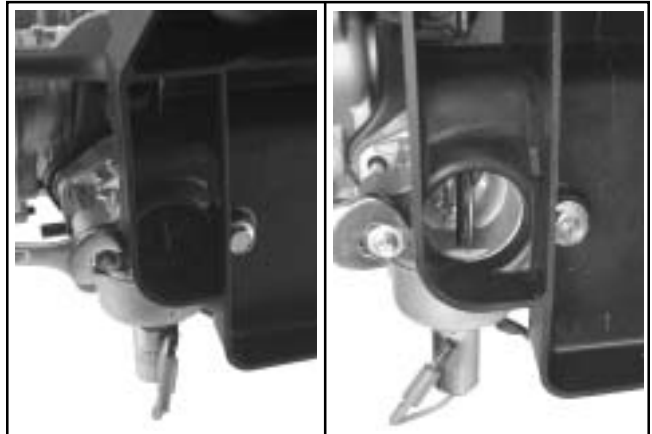

Figura 8-9. Desmontaje de los tornillos del soporte del filtro de aire.
3. Extraiga las dos tuercas hexagonales o tuerca simple y tornillo largo de montaje que fijan el soporte del filtro de aire. Ver Figura 8-9.